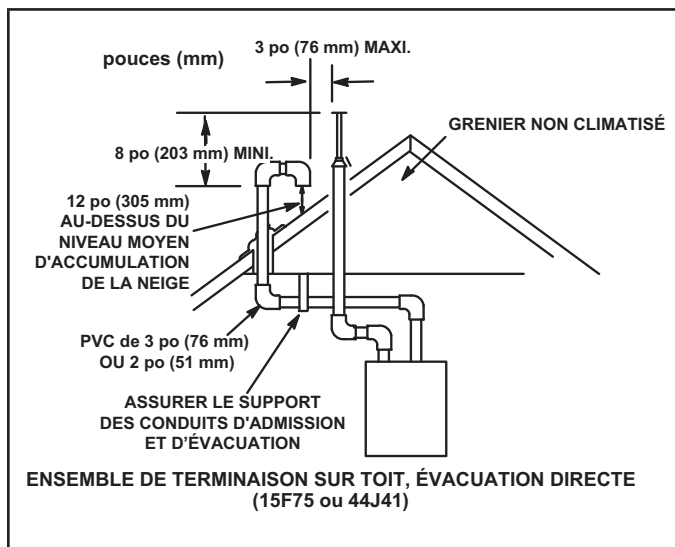

FIGURE 34
Les conduits d'admission et d'évacuation peuvent être acheminés soit horizontalement à travers un mur extérieur, soit verticalement à travers le toit. Pour les installations sous comble ou en placard, il est préférable d'utiliser une terminaison verticale à travers le toit. Les FIGURE 34 à FIGURE 41 illustrent des terminaisons typiques.
- 3 - Avec les terminaisons sur toit, le conduit d'admission doit comporter deux coudes à 90° et se terminer verticalement vers le bas (voir FIGURE 34).